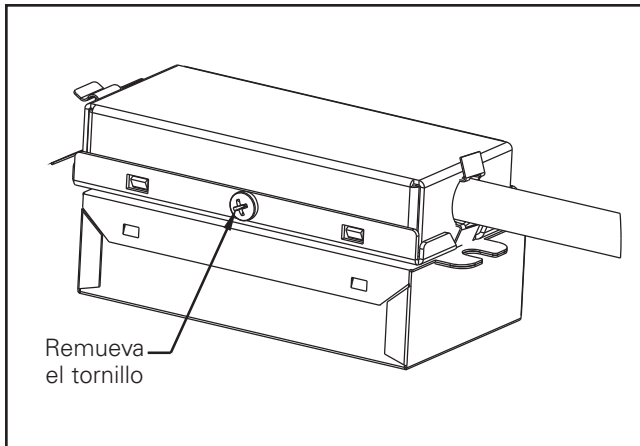

Figura 10
2. Remueva el tornillo de la tubería de servicio (consulte la figura 10).